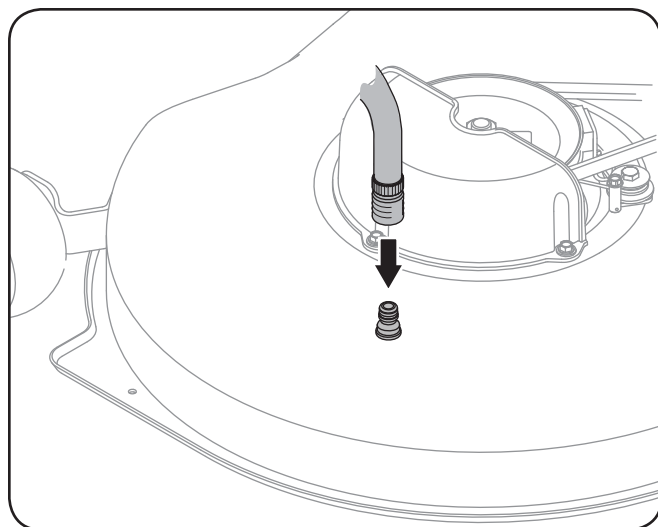

Figure 6-4
4. Attachez le raccord pour boyau d'arrosage à l'orifice aménagé sur la surface du plateau de coupe. Voir la Figure 6-4.